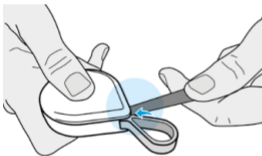

Abb. 4a
1. Zwischen den unteren und oberen Teilen der Verwendung eines starren Werkzeuges, wie in Abbildung gezeigt **Abb. 4a**.